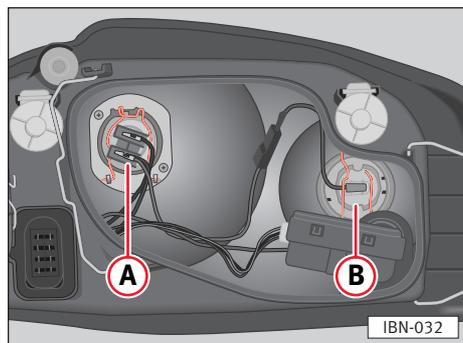

Fig. 152
- Estrarre la spina cavi della lampada ⇒ fig. 152 ②.
- Collocare il coperchio di plastica e collocare i sostegni ②.